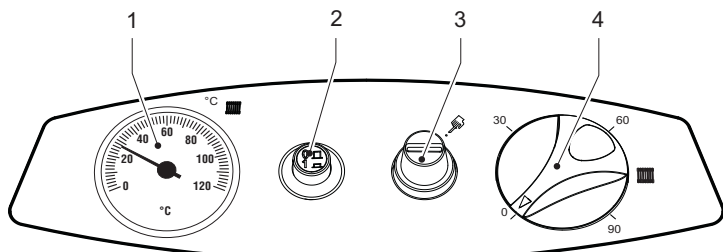

fig. 1 - Bedieningspaneel modellen ATLAS 32-78
- B** Ενεργοποίηση του θερμοστάτη ασφαλείας όταν η θερμοκρασία του λέβητα υπερβαίνει μια καθορισμένη τιμή, με αποτέλεσμα οι συνθήκες λειτουργίας να είναι επικίνδυνες. Για να αποκατασταθεί η λειτουργία, ξεβιδώστε την τάπα 3 του fig. 1 και πατήστε το μπουτόν επαναφοράς.
Druk op knop 2 van fig. 1 om ketel en brander te voeden. Raadpleeg voor de werking van de brander de betreffende handleiding.
Voor korte onderbrekingen drukt u op knop 2 van fig. 1 op het bedieningspaneel en zet u hem in stand "0". Wanneer de ketel langere tijd niet gebruikt wordt, moet u niet alleen knop 2 indrukken, maar tevens de brandstofafsluiter dichtdoen. Om vorstschade te voorkomen wanneer de ketel in de winter langere tijd niet gebruikt wordt moet de verwarmingsinstallatie met een speciale anti-vriesvloeistof gevuld worden of volledig afgetapt worden.
De gewenste temperatuur in de installatie instellen met de regelthermostaat 4 van fig. 1.